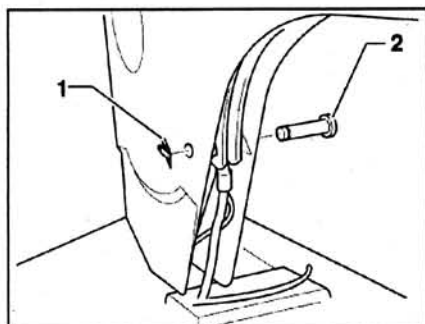

Рис. 7.39. Снимите фиксатор 1 из рычага и извлеките палец 2.
5. Снимите фиксатор 1 из рычага и извлеките палец 2 (рис. 7.39).